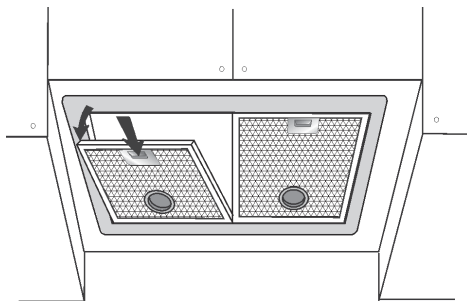

fig.1
2. A l'aide de la poignée, ouvrez les filtres à graisse métalliques en poussant vers l'arrière puis vers le bas (fig.1).
2. A l'aide des poignées, ouvrez les filtres à graisse métalliques en poussant vers l'arrière puis vers le bas (fig. 1).
A l'aide des poignées, ouvrez les filtres à graisse métalliques en poussant vers l'arrière puis vers le bas (fig.1).